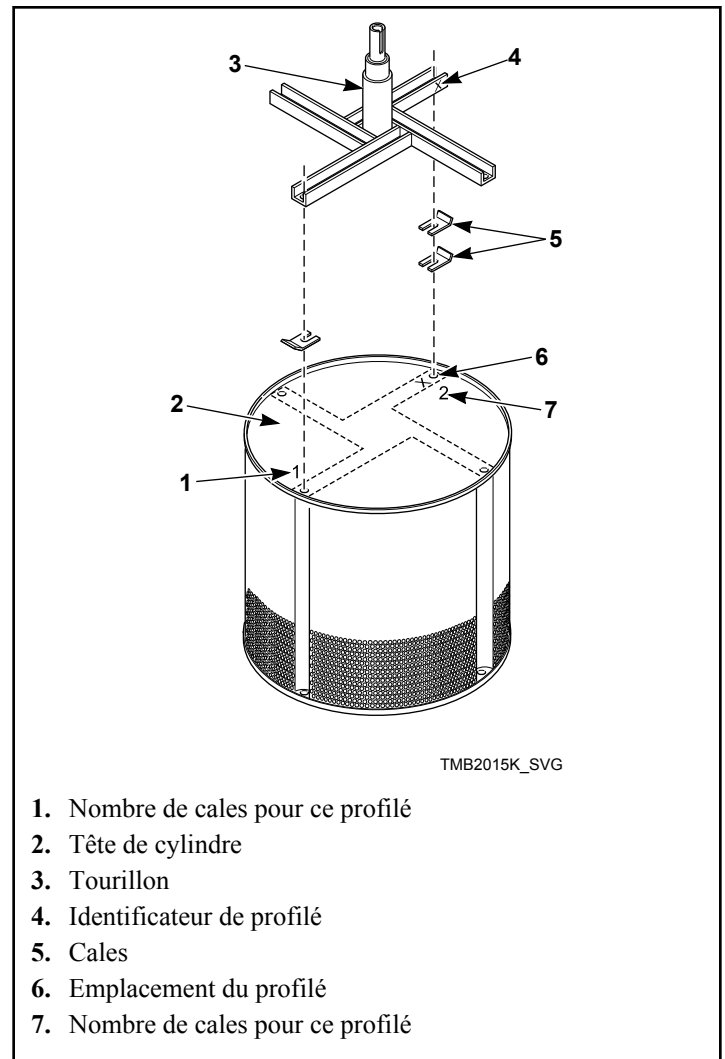

Figure 9
6. Pour garantir que le cylindre est correctement équilibré lors de son réassemblage, marquer l'emplacement d'origine de chaque profilé sur la tête du cylindre et le nombre de cales pour chaque profilé avant leur dépose. Se reporter à la Figure 9 .